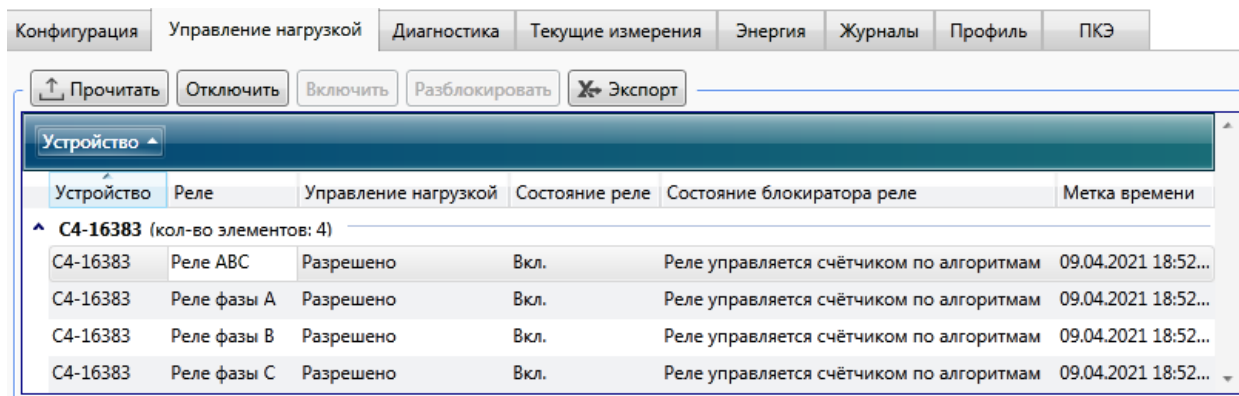

Рисунок 9.59 – Управление реле
9.6.10.3 Для просмотра состояния реле выбрать *Реле фазы А (В, С)* или по трем фазам *Реле ABC* и нажать кнопку *Прочитать* (рисунок 9.59), при этом в столбце *Состояние реле* отобразится состояние реле, которое может принимать одно из следующих значений:
9.6.10.5 Для управления реле выбрать в конфигураторе *Реле фазы А (В, С* или по трем фазам *Реле ABC)* и нажать кнопку *Отключить (Включить/Разблокировать)* (рисунок 9.59).